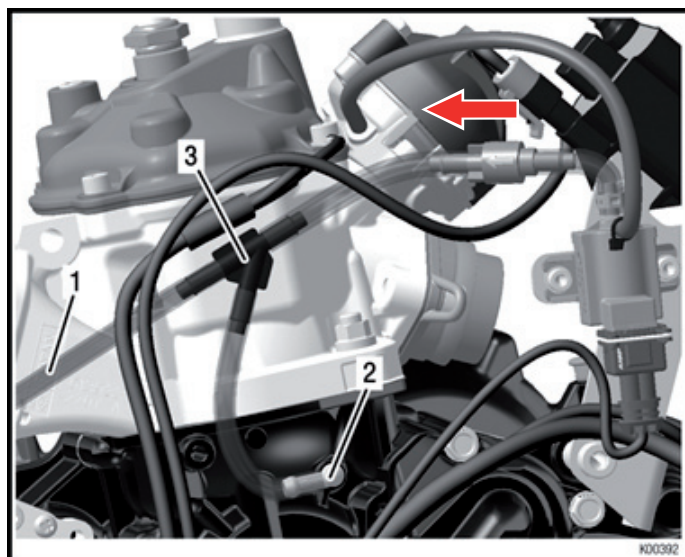

Fig. 18
- ➔ Raccorder la commande de dépression (rep. 1, fig. 18) de la pompe à essence par l'intermédiaire de la pièce en Y (rep. 3, fig. 18) avec le boîtier contrôle valve.
- ➔ Connecter une durit entre la pièce en Y (rep. 3, fig. 18) et le manchon sur le carter du moteur (rep. 2, fig. 18).
- ◆ *Observer le sens de la flèche, en raccordant le boîtier de contrôle valve. La flèche doit pointer vers la pompe à carburant, voir figure 18.*